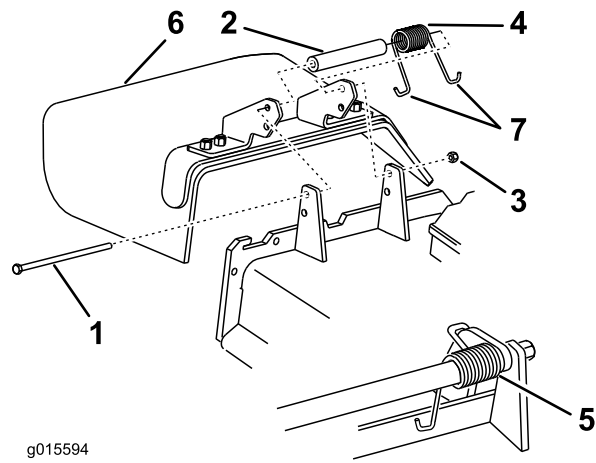

Figure 121
Remarque: Assurez-vous qu'une extrémité en J du ressort se trouve derrière le bord du tablier avant de mettre le boulon en place, comme montré à la Figure 121.
6. Placez une extrémité en J du ressort autour du déflecteur d'herbe (Figure 121).
1. Retirez le contre-écrou, le boulon, le ressort et l'entretoise qui fixent le déflecteur aux supports de pivot (Figure 121).
2. Enlevez le déflecteur s'il est endommagé ou usé (Figure 121).